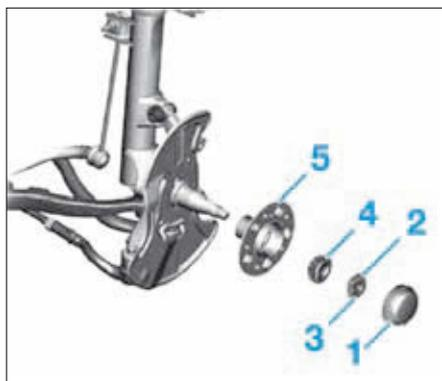

FIG. 21
- le capuchon de moyeu (1) (Fig.21).
- Desserrer, sans la déposer, la vis 6 pans (2).
- l'écrou de blocage (3),
- le roulement (4),
- à l'aide d'un extracteur approprié, le moyeu de roue (5).